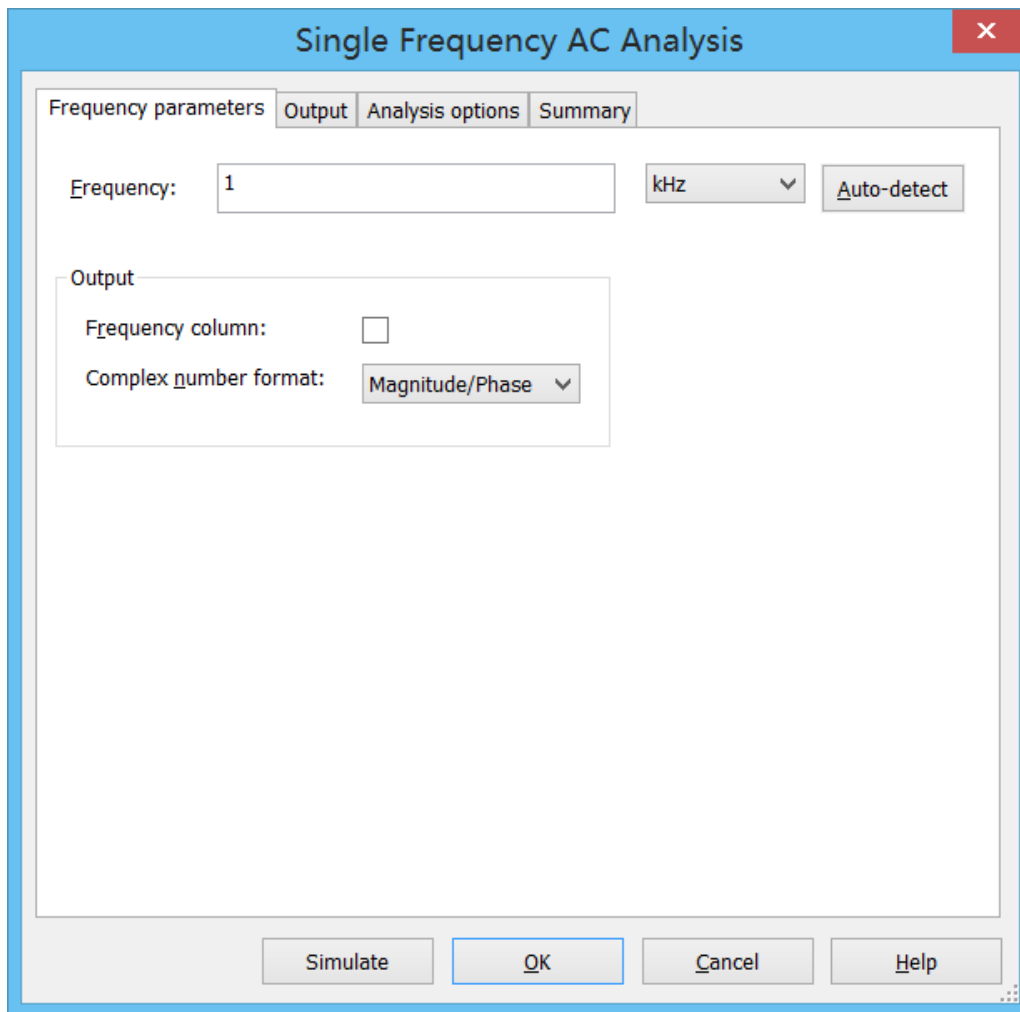

图 7.24 单频分析中 Frequency parameters 页设置
- 弹出如图 7.24 所示对话框，在 Frequency Parameters 页中设置频率 Frequency 为 1kHz，在 Output 区块中将 Complex number format 项设置为 Magnitude/Phase（即幅值/相位），如图 7.24 所示。